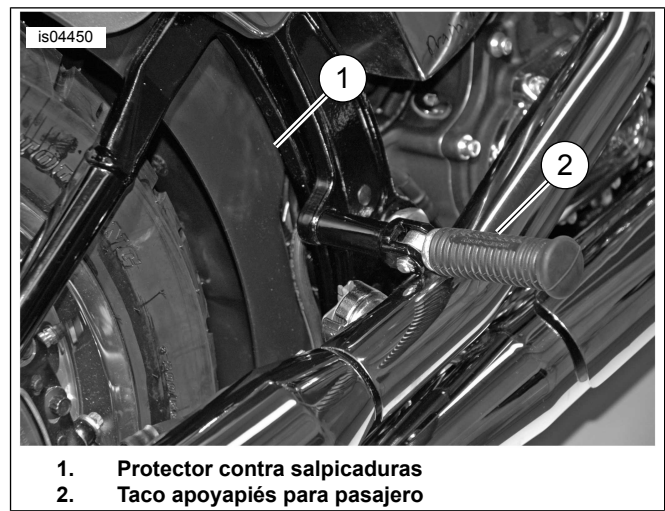

Figura 5. Protector contra salpicaduras y taco apoyapiés del pasajero
1. Vea la Figura 5. Extraiga el tornillo desde el lado interior y levante las lengüetas para liberar el protector contra salpicaduras.
2. Vea la Figura 5. Deslice el protector contra salpicaduras hacia abajo dentro de la cavidad de la rueda a su posición original.